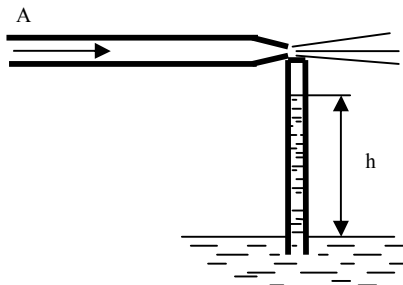

Рис. 16
36. Схема устройства пульверизатора изображена на (рис. 16). Добавочное давление перед входом в трубку А, где